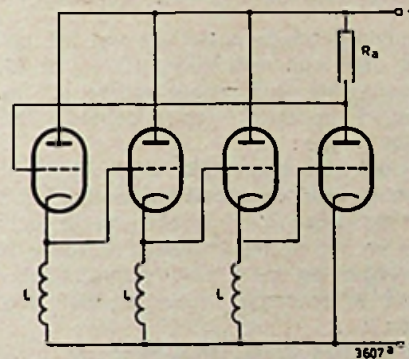

Fig. 11
③ De hierbij afgedrukte schakeling (fig. 11) is uitgevoerd met vier gelijke en gelijk ingestelde buizen, met een stelheid S en een inwendige weerstand, die